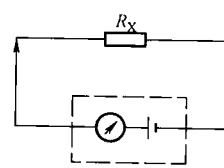

图 1-5 电阻的测量
(3)电阻的测量。电阻的测量如图 1-5 所示。将万用表置于电阻( $\Omega$ )档,此时表头与表内的电池串联,如图 1-5 中的虚线框所示。值得注意的是,由于测量时表内电池的电压有所变化,所以每测一次都需将两个表笔短接进行调零。